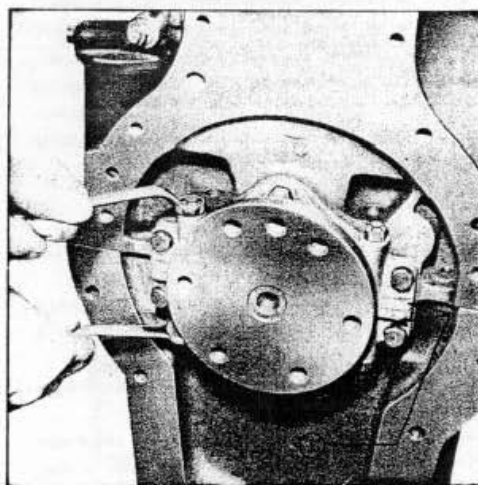

Fig. 22 = Demi-coquilles de logement du joint postérieur d'étanchéité du vilebrequin
3. Remettre les 2 grands boulons et les écrous auto-serreurs et les bloquer (Fig. 22).